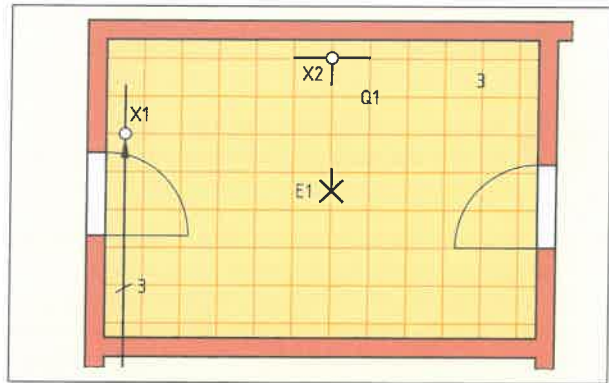

Bild 1: Installationsschaltplan
- Zeichnen Sie die notwendigen Betriebsmittel und die Verbindungsleitungen mit den entsprechenden Aderzahlen in den Installationsschaltplan (**Bild 1**) ein.